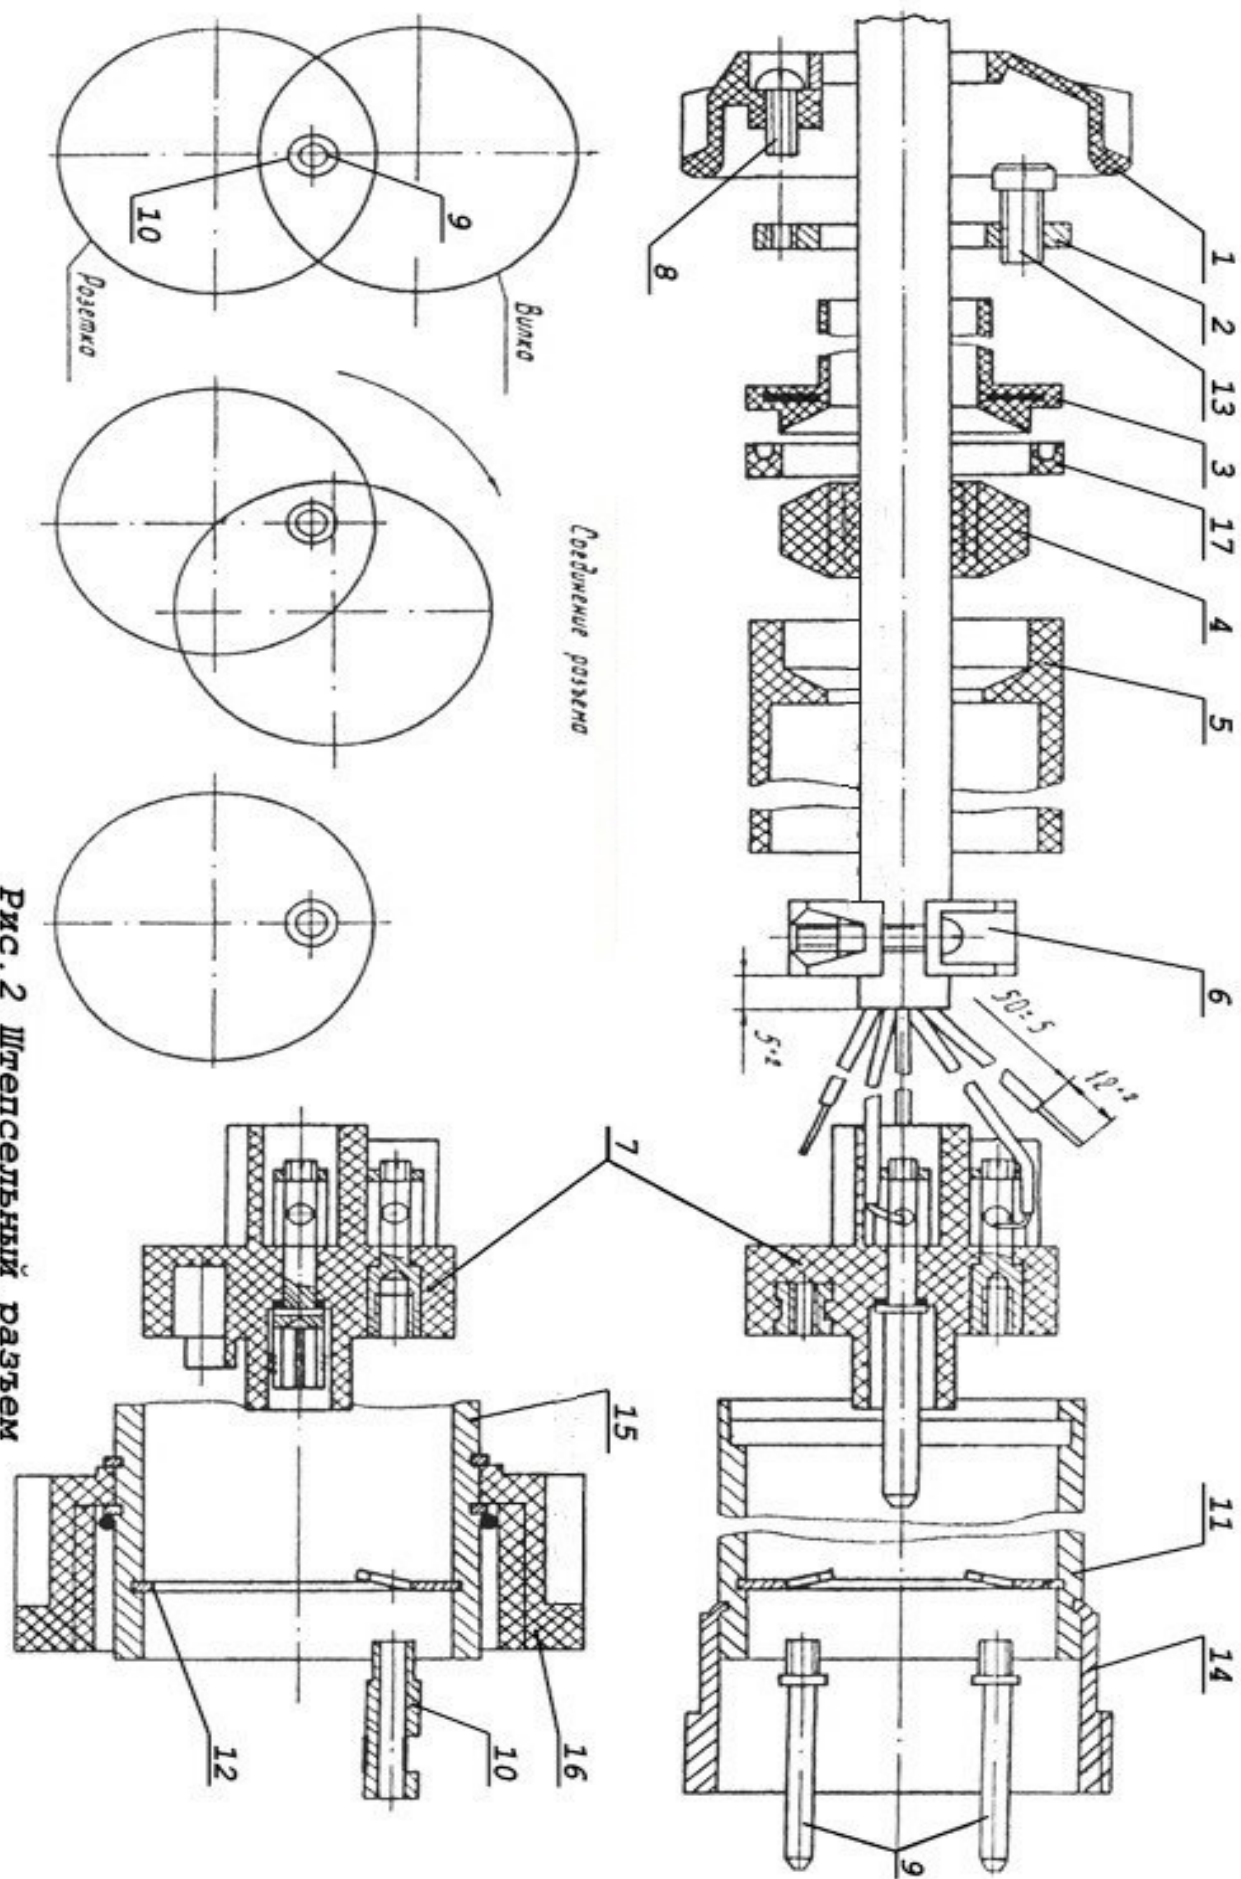

Рис. 2 Штепсельный разъем
6.1. Разъем (рис. 2) состоит из вилки и розетки.
8.5. Перед подсоединением розетки и вилки проверить затяжку штекера (9) и гнездо (10) рис. 2, надежная затяжка этих элементов обеспечивает заземление корпуса.
10.1. Для подсоединения кабеля разъем разобрать (рис. 2), вынув из корпуса крышку (1), перегородку (2), кольцо упорное (3), манжету (17), кольцо уплотнительное (4), втулку изоляционную (5), скобы (6), колодку клеммную (7). Крышка закреплена в корпусе двумя винтами (8), колодка клеммная вилки - двумя штекерами (9), а колодка клеммная розетки - заземляющим гнездом (10) которые необходимо вывернуть.
10.3. Разделать жилы кабеля по размерам, указанным на рис. 2.
10.7. Соединяя розетку и вилку разъема, вначале в заземляющее гнездо (10)
розетки заземляющий штекер (9) вилки, не стараясь одновременно совместить их корпуса, см. рис. 2. Затем, вращая розетку и вилку вокруг оси гнездо-штекер, совместить корпуса и слегка вдвинуть их друг в друга. Стяжную гайку затянуть до перекрытия гайкой резьбы корпуса вилки.